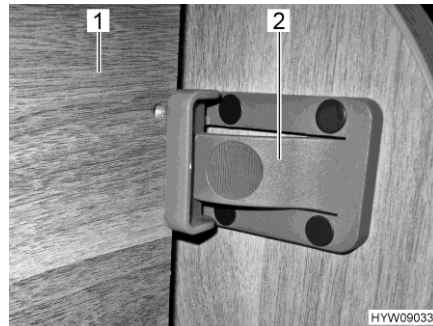

Fig. 55 Fusibile davanti
- Sollevare il letto (Fig. 55,1).
- Assicurare il letto alla parete del mobile con il chiavistello (Fig. 55,2).
- Premere il chiavistello (Fig. 55,2).